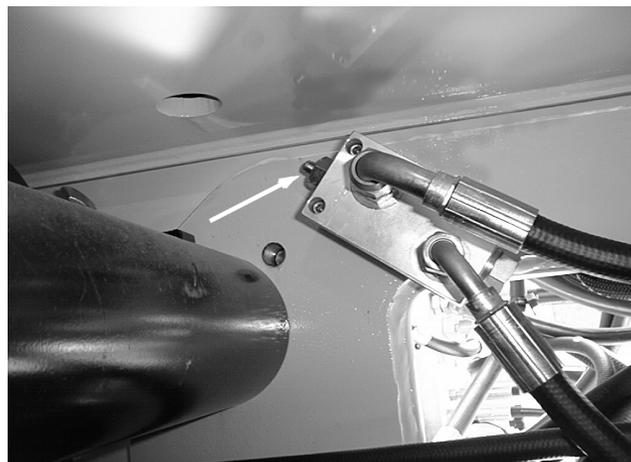

Figure 2-5. Contacteur de fin de course verticale de la flèche de tourelle
- a. Placer la machine sur une surface plane avec l'ensemble de la flèche de tourelle en position d'arrimage. Repérer le contacteur de fin de course verticale de la flèche de tourelle à côté du vérin de relevage de la tourelle sur l'extrémité inférieure (arrière) de la flèche inférieure de tourelle. Ouvrir le capot gauche et vérifier de manière visuelle que le plongeur sur le contacteur de fin de course verticale de la flèche de tourelle est complètement étendu. Le plongeur est complètement étendu à la Figure 2-5.